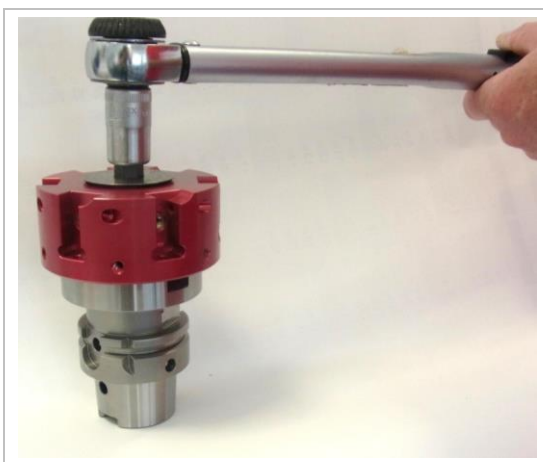

Abbildung 5: Werkzeug spannen
6. Montieren Sie das Werkzeug nach den Angaben des Werkzeugherstellers oder unter Verwendung der Fräseranzugschraube nach DIN6367 (siehe "Abbildung 5: Werkzeug spannen").